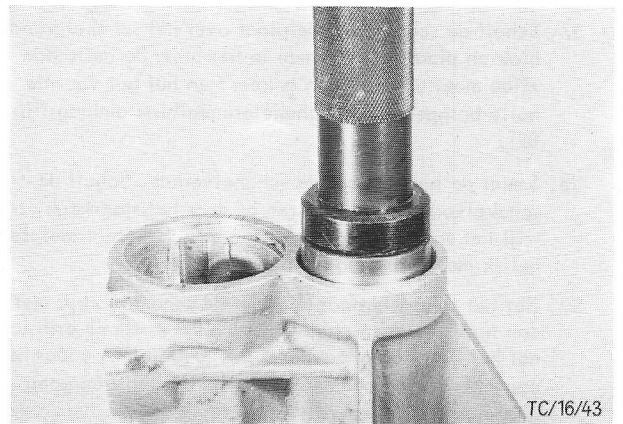

Fig.79 Oliekeerring met Speciaal Gereedschap P-7095 in staartstuk monteren.
53. Monteer de oliekeerring in het staartstuk m.b.v. Speciaal Gereedschap P-7095 (fig.79). Smeer de lip van de keerring in met multi-purposevet.